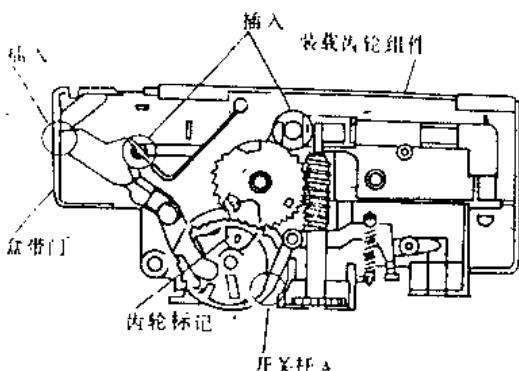

图 1-19
②再次安装装载齿轮组件时，请检查盒带座的2个凸起部是否插在底盒座右边的槽沟中（见图1-19）。
③检查同步齿轮上（ \diamond ）标记和离合器齿轮上的（ \triangle ）标记是否对准（见图1-19）。
④检查盒带开关杆 (A) 的凸起部有否配合于同步齿轮的凸轮 (见图 1-19)。
⑤将盒带门再次安装时, 请检查门臂的凸起部有否插在盒带门的槽沟中 (见图 1-19)。